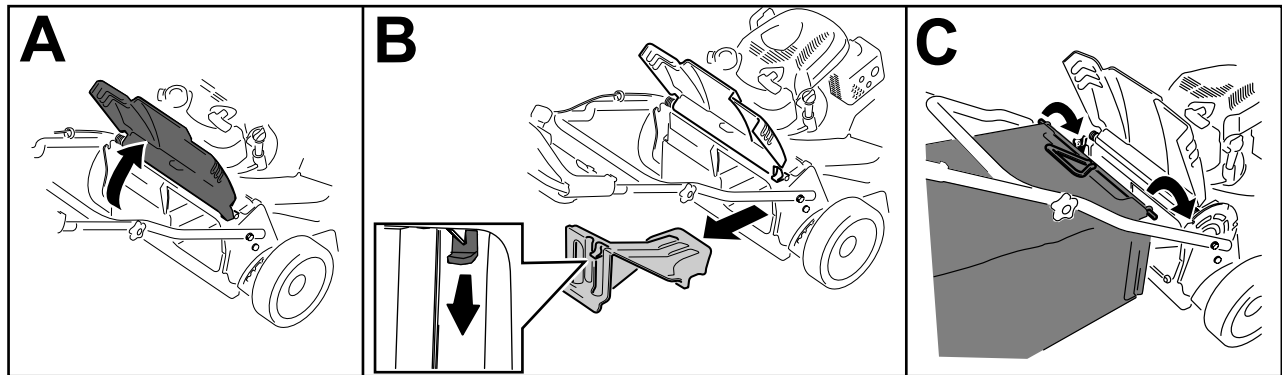

Figure 24
1. Soulevez le déflecteur arrière et gardez-le dans cette position (A de la Figure 24).
2. Retirez l'obturateur d'éjection arrière en appuyant sur le verrou avec le pouce et en tirant l'obturateur hors de la machine (B de la Figure 24).
3. Placez la tige du bac dans les crans à la base du guidon et agitez le bac d'avant en arrière pour vous assurer que la tige est bien engagée au fond des deux crans (C de la Figure 24).